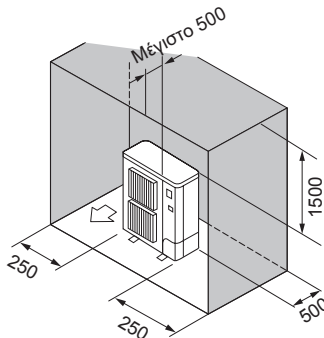

Fig. 2-11
- ⑥ Εμπόδια στην πίσω, στις δύο πλαϊνές και στην επάνω πλευρά μόνο (Fig. 2-11)